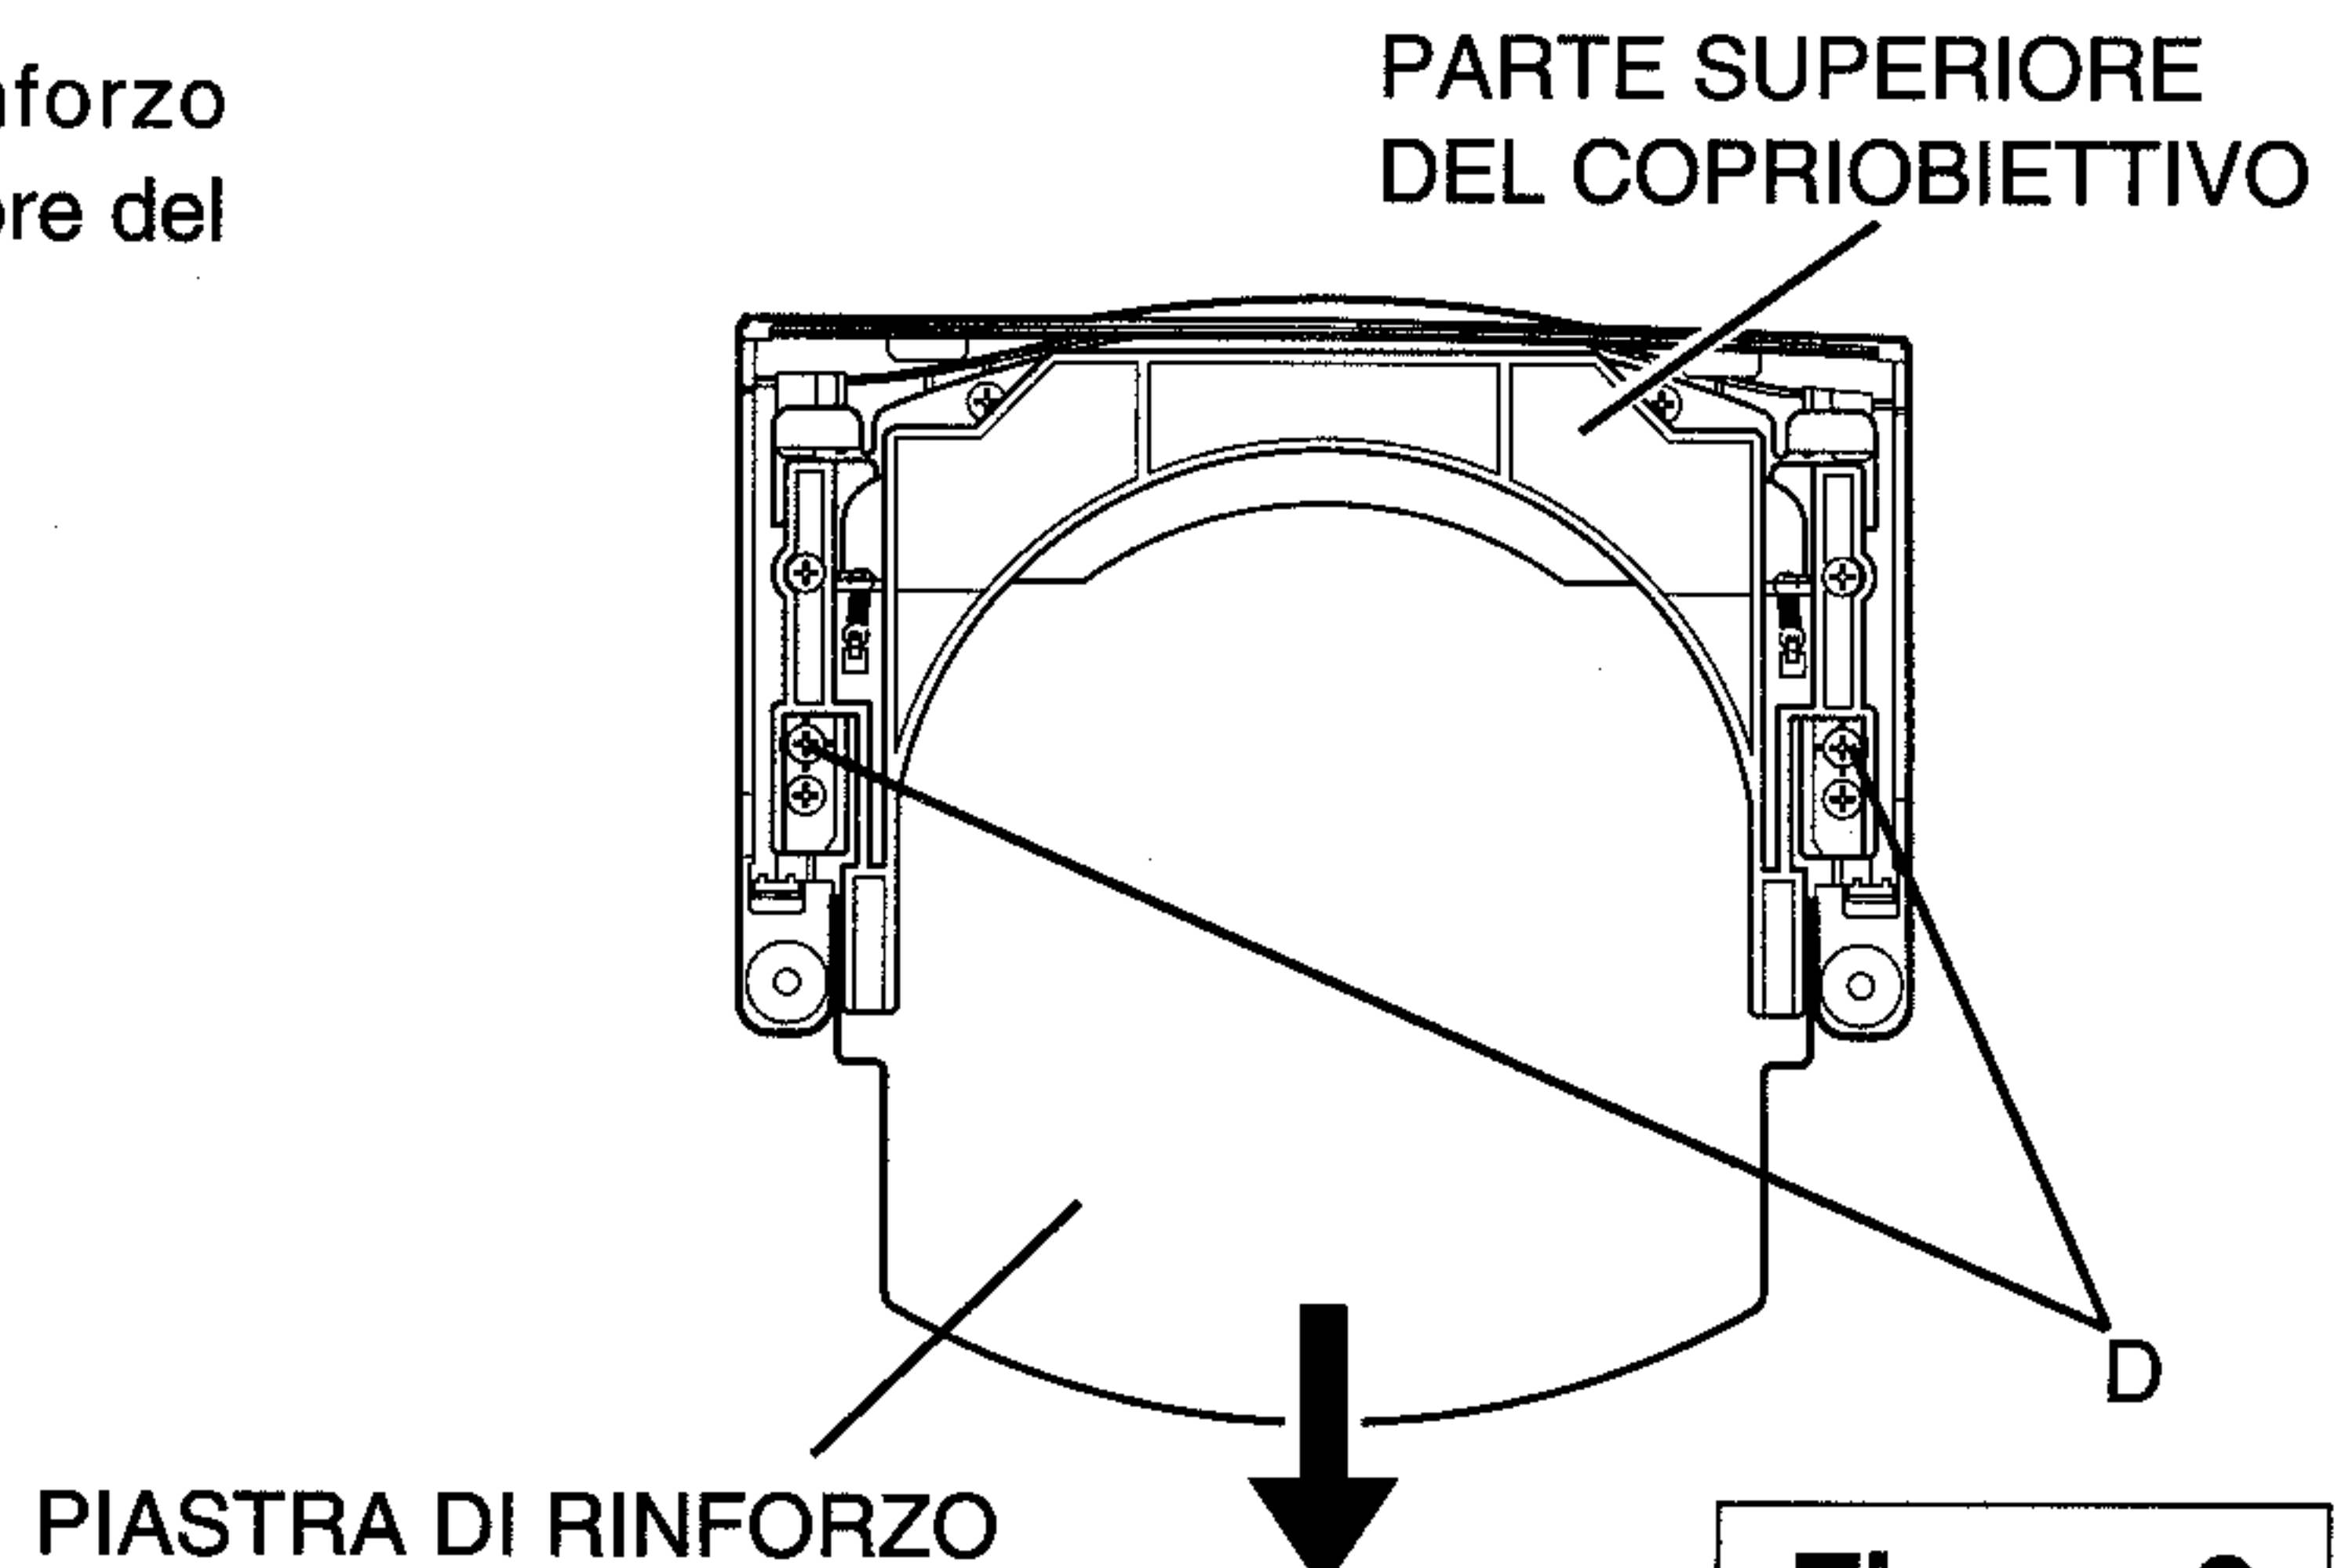

Figura 3
- 3** Rimuovere le 2 viti D e la piastra di rinforzo situata sul lato posteriore della parte superiore del copriobiettivo (vedere la figura 3).